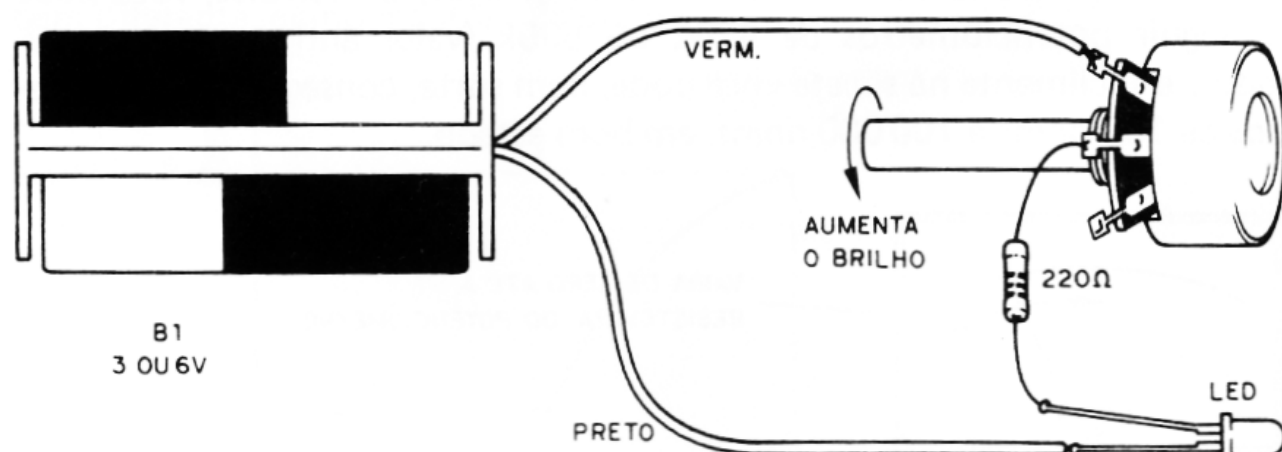

figura 7
7) Depois, é só furar a placa nos pontos indicados, usando para isso um perfurador como mostra a figura 7.
Veremos, nesta experiência, a ação de um potenciômetro sobre o brilho de um led, ou como podemos controlar a luz de um led com um potenciômetro. O circuito é mostrado na figura 7.